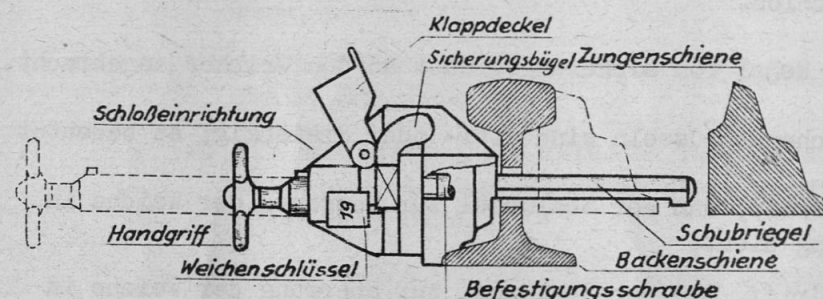

Bild 1
2. Schloß auf der Seite der abstehenden Zunge anlegen (Bild 1 und 2).